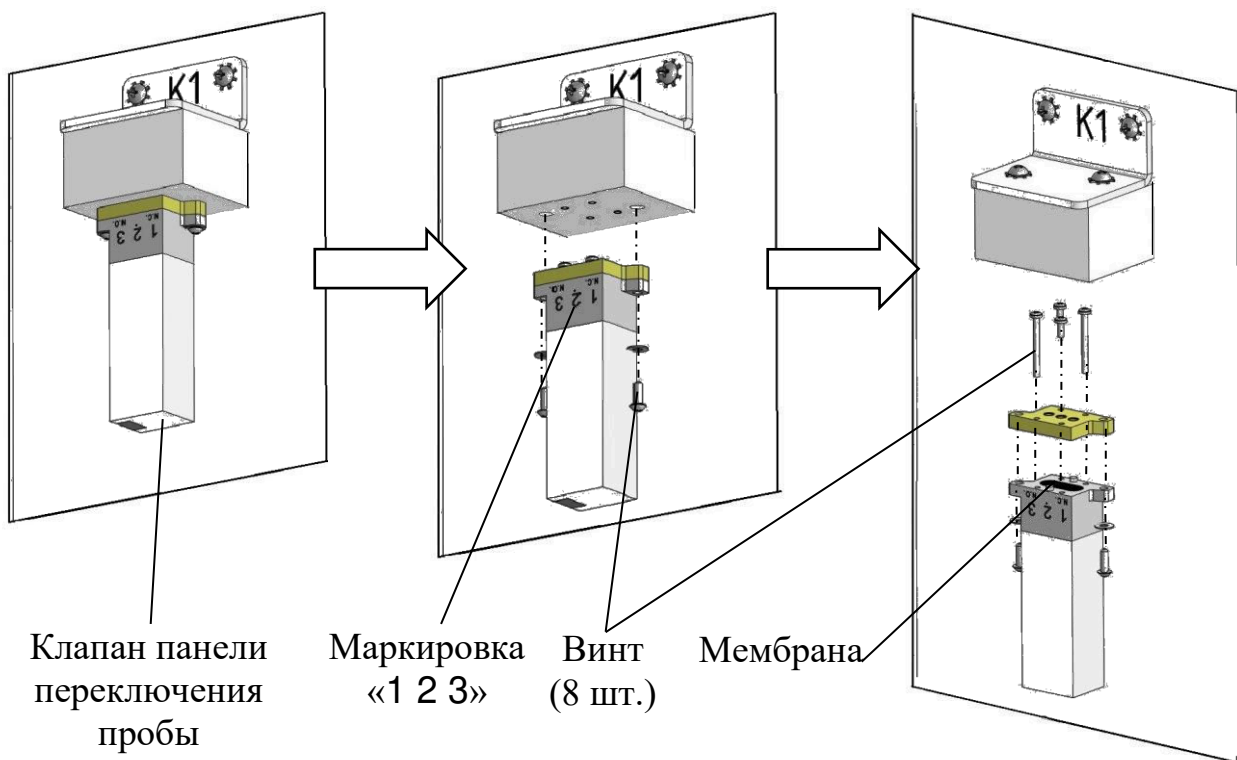

Рисунок 3.2 – Чистка клапана панели переключения пробы
- 4) Разобрать клапан в соответствии с рис. 3.2.